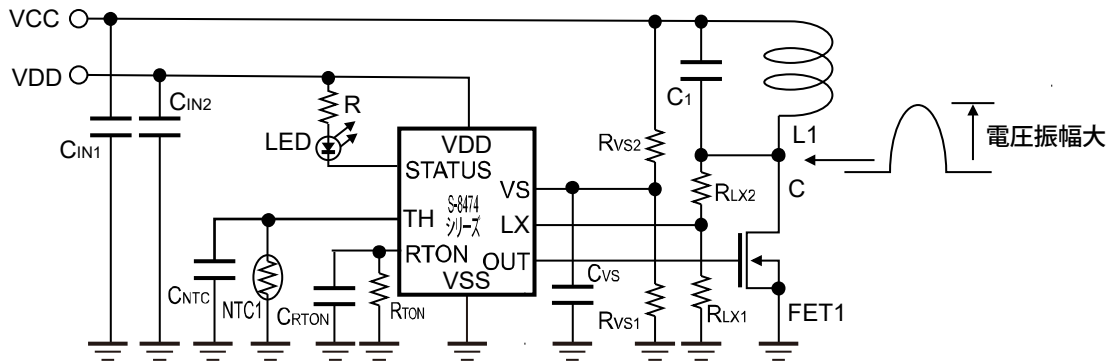

図47
- 図47のVCCIには1kHz ~ 110kHz (LC共振周波数) の周波数成分のゆれが発生するような電源を使用しないでください。誤動作を引き起こす可能性があります。
- 図47のVDDIには、誤動作防止のため、周波数成分のゆれが発生するような電源を使用しないでください。
- 図47の基板を設計する際、下記の理由でRTON端子、VS端子、TH端子のそばには配線を通さないようにしてください。抵抗 R_{TON} は可能な限りRTON端子に近づけてレイアウトしてください。
(1) コイルL1と共振コンデンサ (C₁) により、C点では大きな電圧変動が生じる。
(2) RTON端子、VS端子、TH端子はインピーダンスが高いため、外来信号の影響を受けやすい。